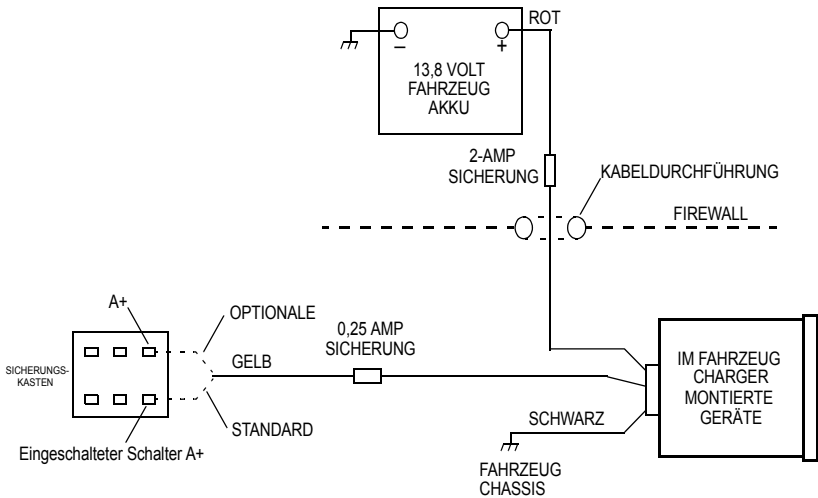

Abbildung 2 Kabelkonsole
7. Verbinden Sie den roten (A+) Draht (mit der Sicherung) des mitgelieferten Kabels gemäß Tabelle 1 und Abbildung 2 mit der nicht eingeschalteten Klemme des Sicherungskastens des Fahrzeugs oder direkt mit dem Pluspol (+) der Fahrzeugbatterie. Positionieren Sie die Sicherung so nah wie möglich an der Spannungsquelle.